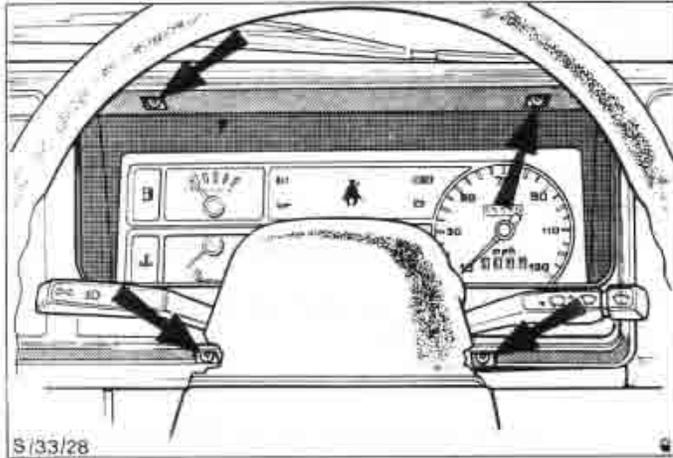

Fig. 14. Tornillos de sujeción del panel del tablero.
2. Afloje los cuatro tornillos y sacar el panel del tablero. Fig. 14.